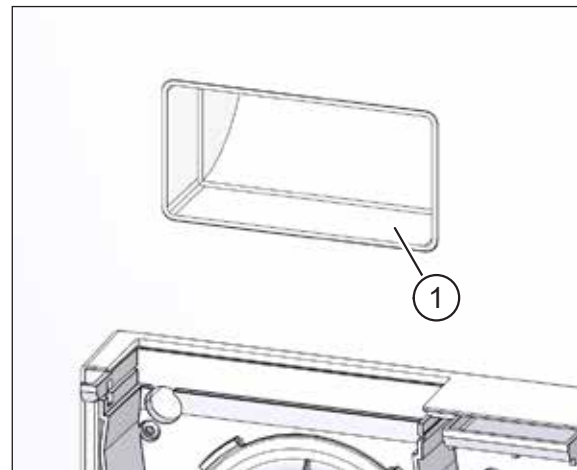

Abb. 41: Kanalanschluss reinigen
- ▶ Entfernen Sie ggf. Verunreinigungen (z. B. Putzreste), die sich in den Kanalanschlüssen in der Wand (Pos. 1 in Abb. 41) befinden.